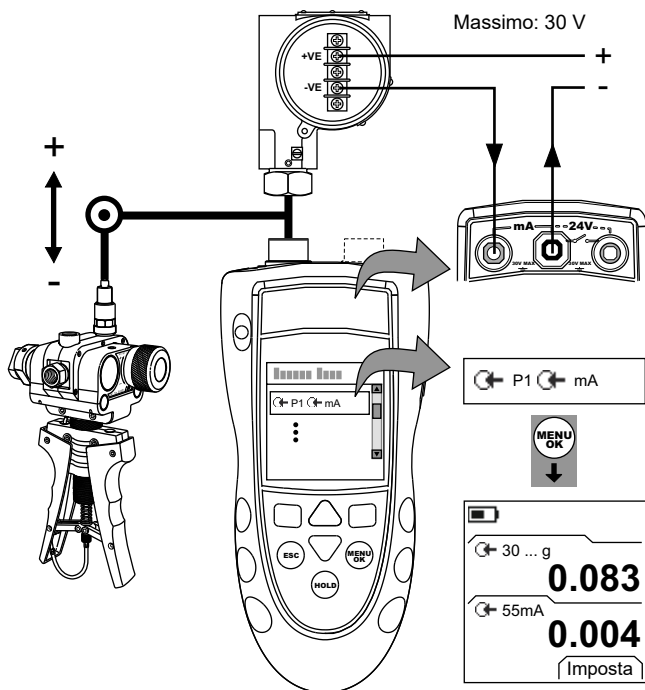
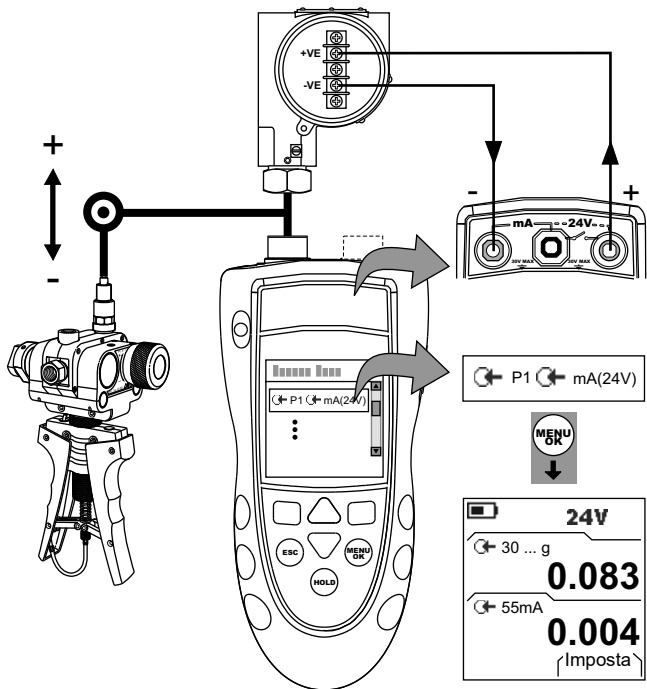

Figura 5: Esempio di configurazione - Calibrazione trasmettitore con alimentazione da loop esterno
Figura 6: Esempio configurazione - Calibrazione trasmettitore con alimentazione da loop interno
1. Collegare lo strumento (Figura 5 o Figura 6) e, se necessario, modificarne il *Setup* (Tabella 1).